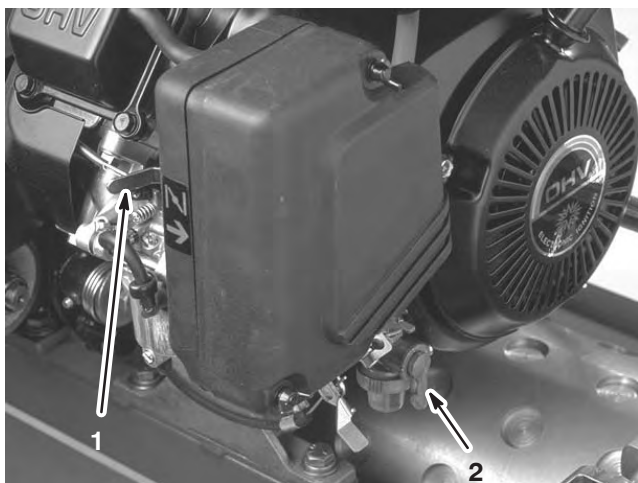

Bild 22
Chokehebel (Bild 22)
Kraftstoffhahn (Bild 22)
2. Öffnen Sie den Kraftstoffhahn am Motor (Bild 22).
5. Stellen Sie beim Anlassen eines kalten Motors den Chokehebel (Bild 22) auf die halb geöffnete Stellung. Der Choke wird ggf. beim Starten eines warmen Motors nicht benötigt.